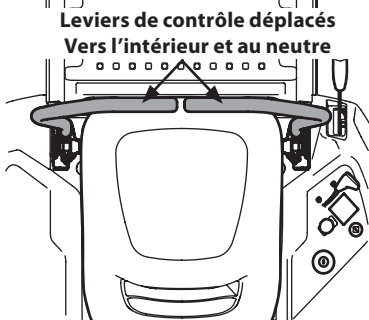

Figure 21
2. Déplacez les leviers de contrôle droit et gauche au neutre, ce qui désactive également le frein de stationnement. Consultez la Figure 21.